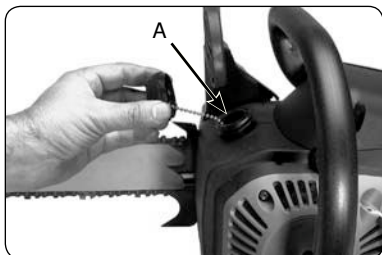

Рис. 19
4. Вытащите фильтр (A) из резервуара (Рис. 19).